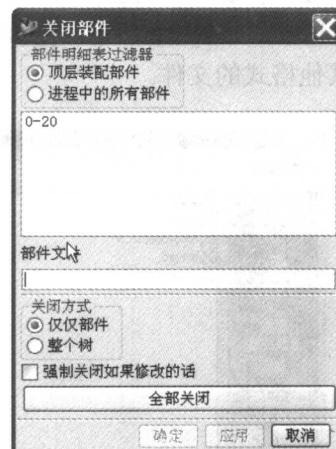
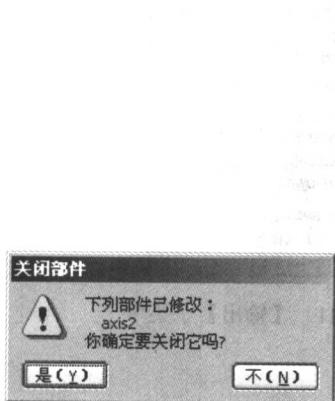

图1-5 “关闭部件”对话框
图 1-6 “关闭部件”对话框
- 所选的部件：选择该命令后，系统弹出“关闭部件”对话框，如图1-5所示。在该对话框中可以选择性地关闭已经打开的多个文件。如果所打开的文件已经进行了修改，但是没有保存，系统将会弹出如图1-6所示的对话框，如果单击【是】按钮，则不保存所做的修改，直接退出；如果单击【不】按钮，则不关闭该文件。